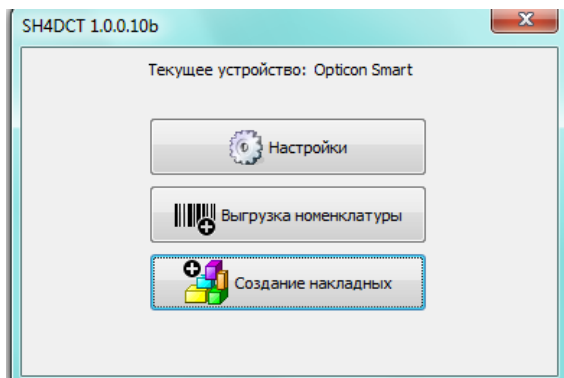

Рис. 448
3. Выбрать пункт «Выгрузка номенклатуры» (см. Рис. 448).